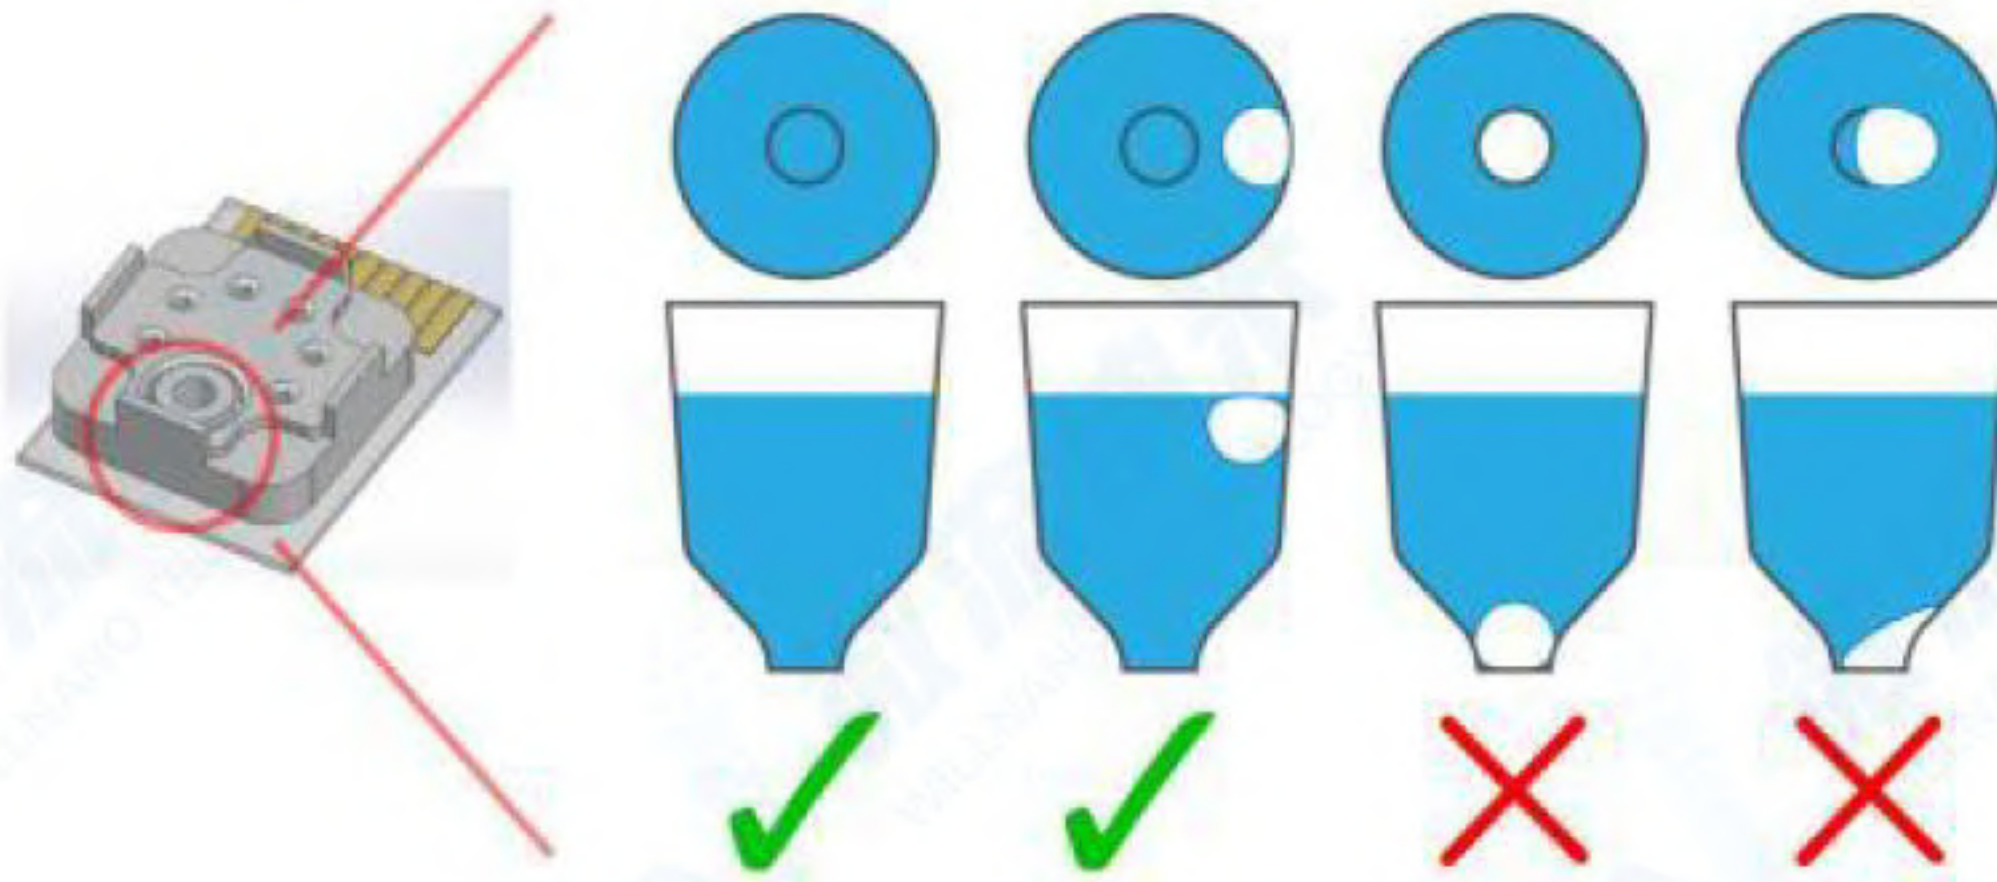

图2：请确保样品中的任何气泡都不要堵塞样品池底部。
- 请确保样品中的任何气泡位于样品池内合适的位置，不得堵塞样品池底部的出口 (见图2)。